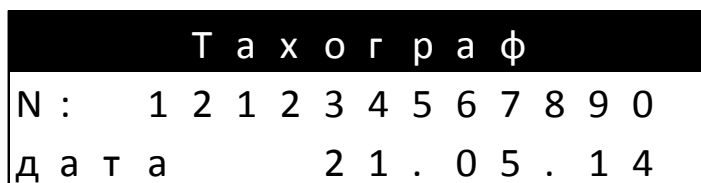

Рисунок 7.4.7 – Окно выбора информации о тахографе, его серийном номере и дате производства
– окно информации о тахографе его серийном номере и дате производства (рисунок 7.4.7);